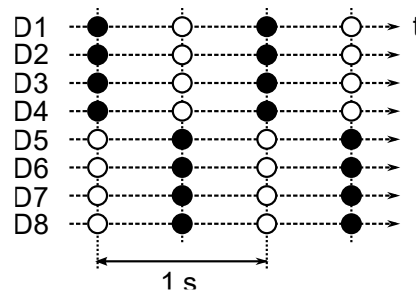

Figure 2: Motif à programmer sur les LEDs dans TP1b\_timer2
- 2) Ecrire un programme permettant d'allumer alternativement les LEDs D1-D4, puis D5-D8, avec une période d'exactly une seconde (comme représenté en Fig. 2).